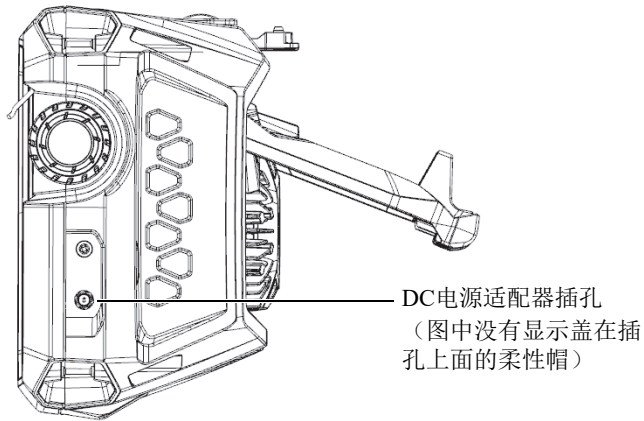

图 3-1 DC电源适配器插孔
2. 取下位于OmniScan X3仪器右侧面板的DC电源适配器插孔上的柔性橡胶帽，露出DC电源适配器插孔（参见第42页的图 3-1）。